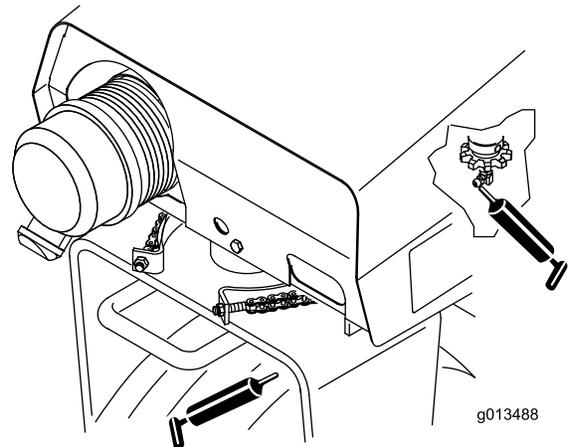

Figure 15
- Arbre de direction et pignon (Figure 15)